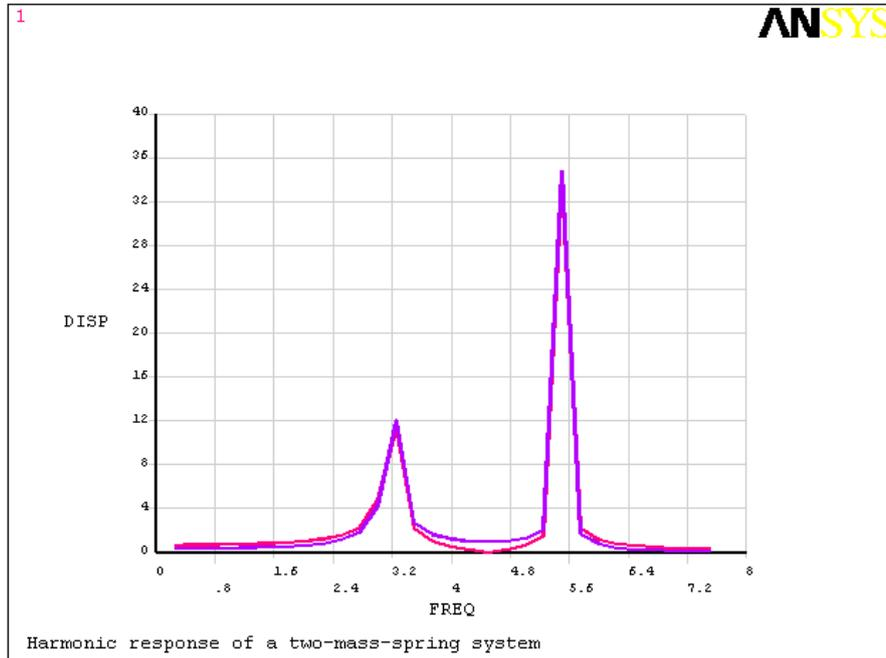

图10.54 时间历程曲线
(15) 单击 Main Menu>TimeHist Postpro>Graph Variables 菜单，弹出【Graph Time-History Variables】对话框。在【1st variable to graph】文本框中输入【2】，在【2st variable to graph】文本框中输入【3】，单击【OK】按钮，可显示位移的时间历程曲线。如图 10.54 所示。